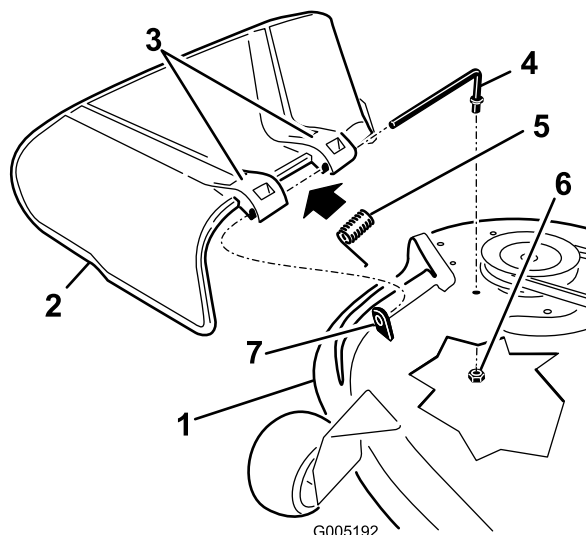

Figura 60
- Retire la tuerca ($\frac{3}{8}$ " de la varilla (debajo del cortacésped) (Figura 60).
- Retire la varilla del espaciador corto, del muelle y del deflector de hierba (Figura 60).
- Vuelva a colocar el deflector de hierba (Figura 60).
- Deslice la varilla por el segundo soporte del deflector de hierba (Figura 60).
- Sujete el extremo trasero de la varilla al cortacésped con una tuerca ($\frac{3}{8}$ " según se muestra en Figura 60.